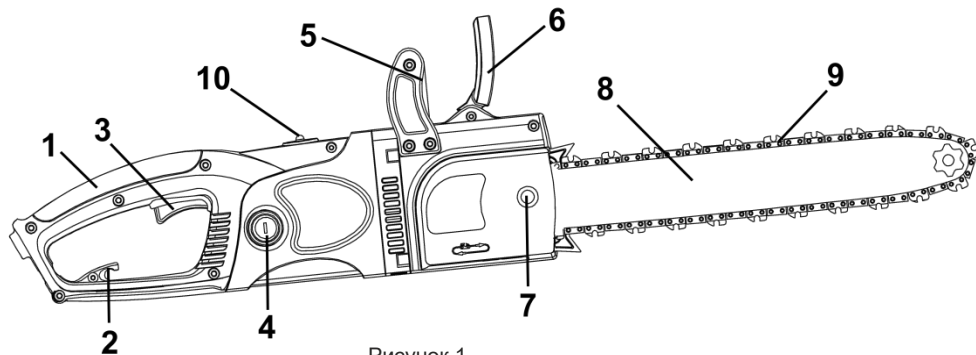

Рисунок 1
5.1.2 Для включения изделия нажмите на кнопку блокировки от случайного включения (расположена с левой стороны основной рукоятке), а затем на курок выключателя (3) (рисунок 1). Для отключения изделия курок выключателя следует отпустить.